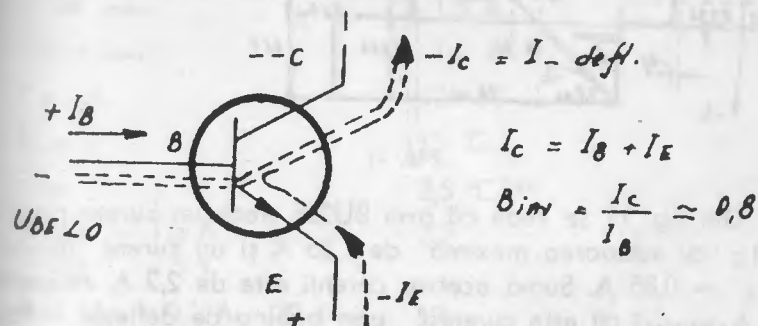

Fig. 10
Conducția inversă a tranzistorului BU205 are loc atunci cînd ar trebui să conducă dioda paralelă, la începutul cursei directe, cînd curentul de deflexie este negativ (I_-). Curentul străbate joncțiunea bază-colector (BC) în sens invers conducerii normale, ceea ce se arată în fig. 10. În timpul conducerii inverse ca și joncțiunea BC și joncțiunea BE conduce în sens invers.